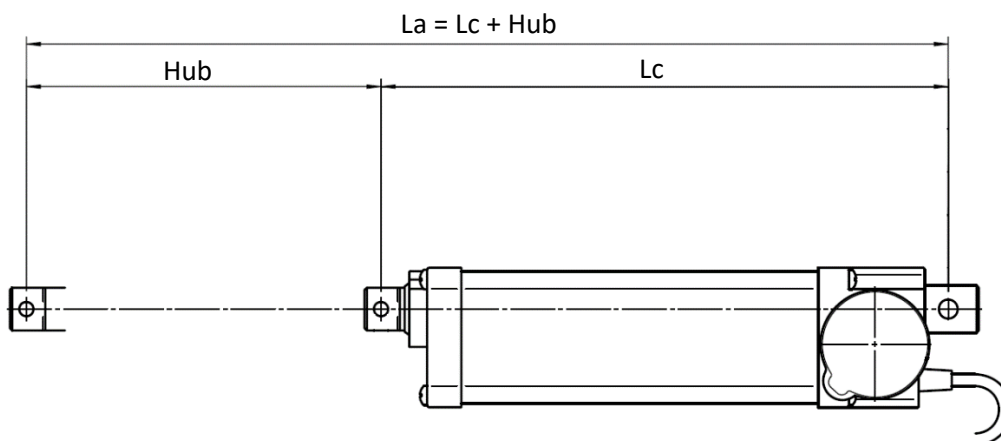

Abbildung 6.9 – Maße „Lc“ und „La“
- Prüfen Sie, ob die Extremabmessungen des Antriebs „Lc“ und „La“ (siehe Abb. 6.9) mit den Endpositionen der zu bewegenden Anlagenkomponente kompatibel sind.